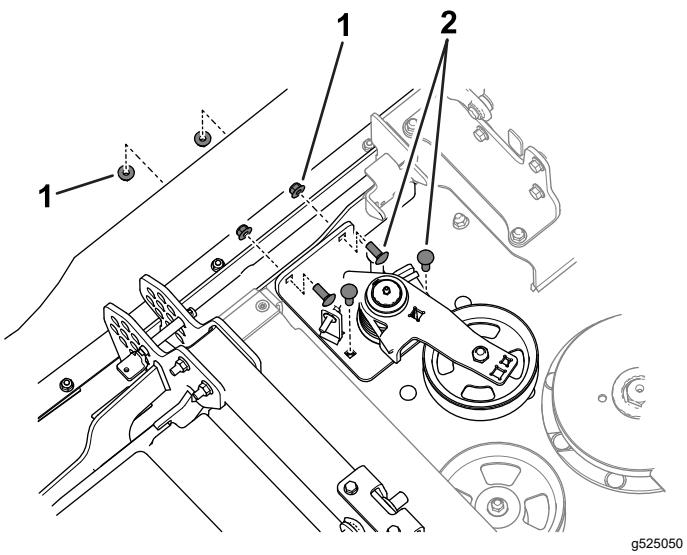

Bild 3
3. Entfernen Sie die Schlossschrauben und Muttern, mit denen die Riemenspanner-Baugruppe am Mähwerk befestigt ist (Bild 3).